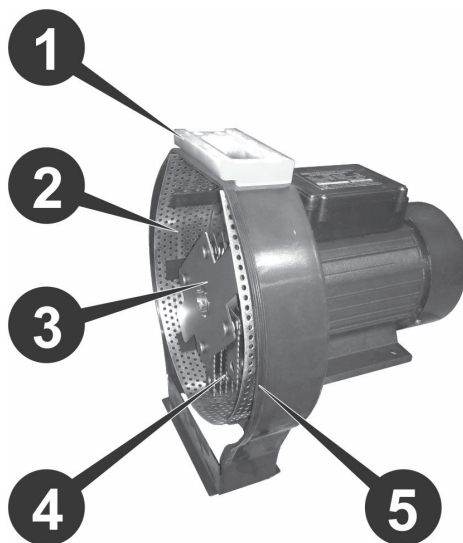

Рисунок 2. Конструкція подрібнювальної камери моделей «КР-02Т», «КР-02ТА».
- надійність кріплення дробильного ротору (3, рис.2) на валу двигуна;
5.1.3 Встановити завантажувальний бункер (4, рис.1) на закріплену на верхній частині корпусу подрібнювальної камери (12, рис.1) настановну плату (1, рис.2), попередньо помістивши в паз плати регульовальну засувку (1, рис.1). Бункер може бути встановлений на розсуд користувача - довгою стороною до електродвигуна або до кришки подрібнювальної камери. Надійно закріпити бункер шістьма шурупами із комплекту кріпильних виробів. Перевірити вільність хода засувки.
5.1.4 Виробником під час складання виробу встановлено сито (2, рис.2) з отворами 4 мм. Замінити його, якщо це необхідно, на сито з отворами потрібного діаметру – 3, 5 або 6 мм.
5.1.5 Вставити 4 болти М6х74 з комплекту кріпильних виробів в отвори корпусу подрібнювальної камери (12, рис.1) з боку двигуна, встановити кришку (6, рис.1) подрібнювальної камери та закріпити її гайками-баранчиками (7, рис.1). Гайки-баранчики затягувати щільно, але тільки вручну, без застосування інструментів, щоб не пошкодити ущільнення (5, рис.2) між корпусом та кришкою.
Особливо важливо перевіряти кріплення дробильного ротора на валу електродвигуна. Це необхідно робити при кожному відкриванні кришки подрібнювальної камери для очищення або зміни сита, але не рідше одного разу на місяць. Також при цьому необхідно перевіряти стан та кріплення молотків дробильного ротора (4, рис.2). За необхідністю – виправити недоліки.